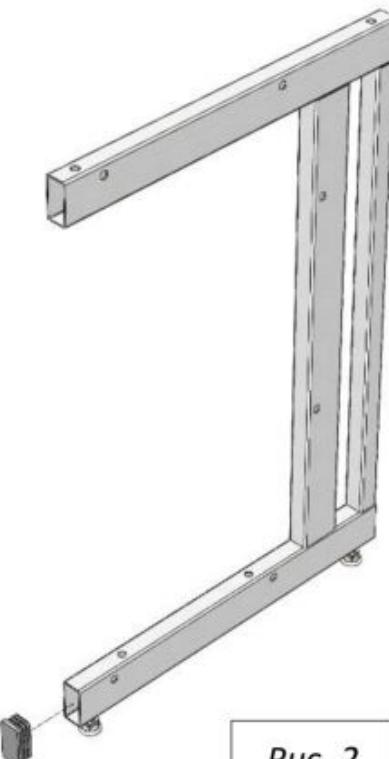

Рис. 2
2. Вставить в нижние части боковин заглушки 60x30 (Рис. 2)